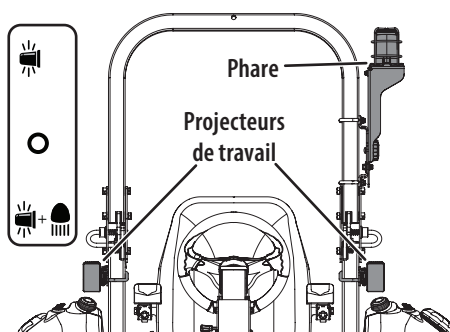

Figure 25
- Phare et projecteurs de travail allumés (position gauche) (Figure 25).